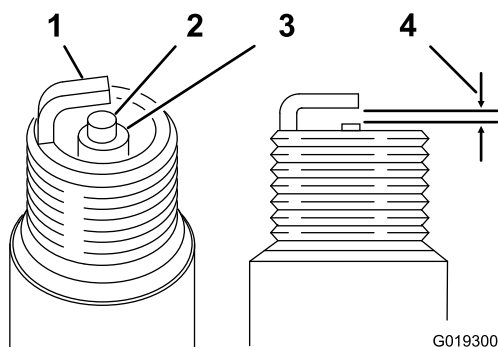

Figura 28
3. Assegure-se de que a folga de ar está correta (Figura 28).